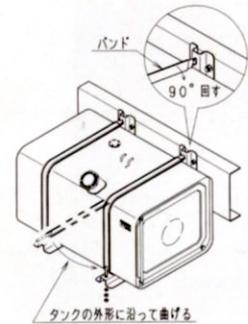

図3
(5)バンドを取付けて、タンクを固定します。…図3
①ステーの長穴にバンドのフックを挿入したあと、クッション材(ゴム)がタンク側になるように、90°回します。バンドが挿入しにくいときは、タンクを手前に少し引き出し、挿入後タンクを元の位置に戻します。
②タンクの外形に沿わせながらバンドを曲げて、ステーのボルト穴に通します。
③付属の平座金を挿入した後、一段目のナットを20~30N・m、二段目のナットを30~35N・mのトルクで締付けてください。